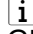

Afbeelding 3: Hotelschakeling
- (1) Dimmer
- (8) Hotelschakelaar
- Dimmer en hotelschakelaar conform aansluitschema aansluiten (afbeelding 3).